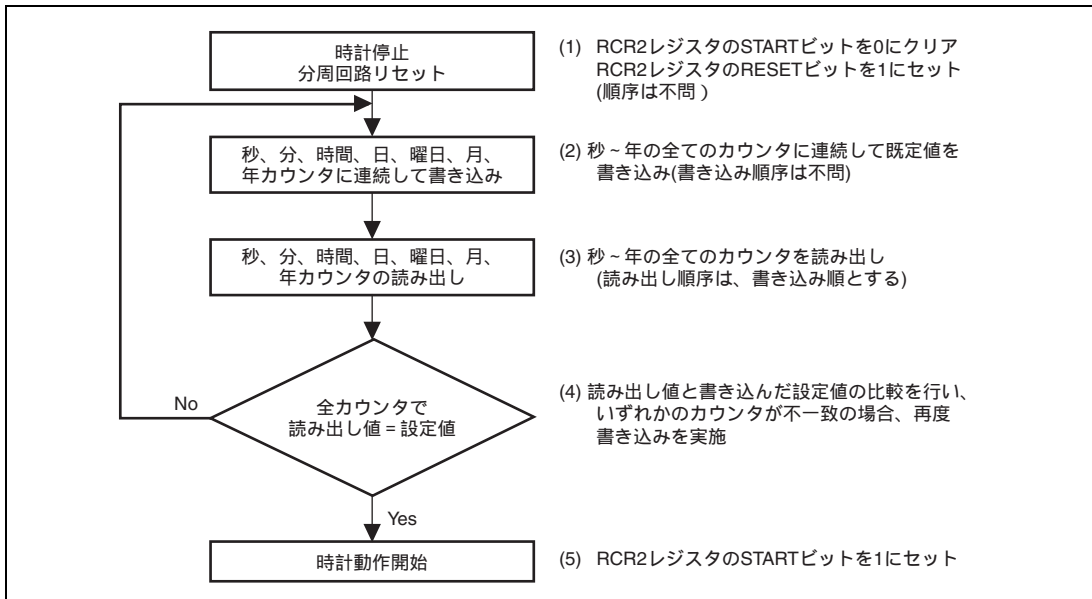

図 15.2 時刻設定手順
時刻設定手順例を図 15.2 に示します。
- 秒カウンタなど、カウントレジスタの書き込み後の読み出しは、「時刻設定手順」に従ってください。このときに、秒～年の全てのカウンタに連続して書き込みを行う必要があります。図 15.2 の図中の (2) の書き込み処理の間に、カウントレジスタの読み出し処理が行われないようにしてください。